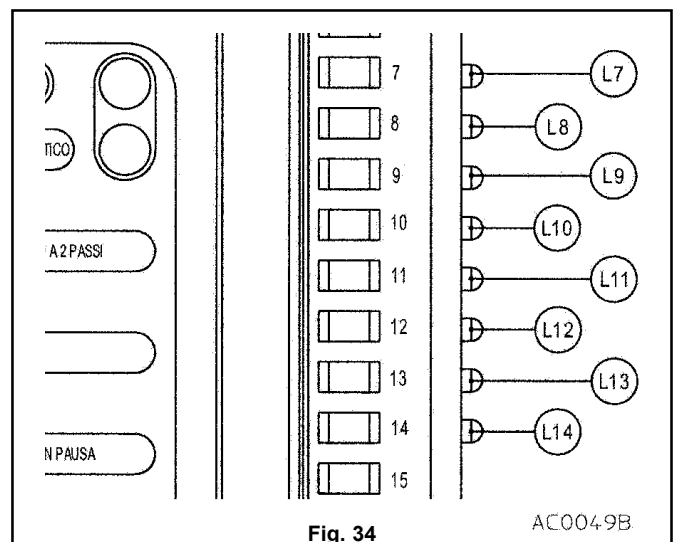
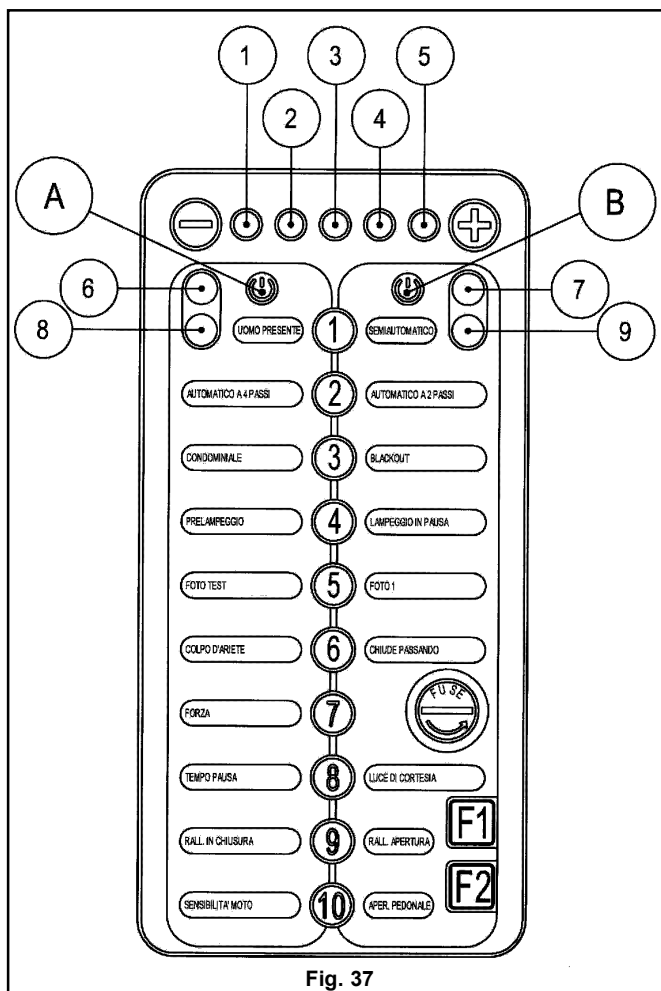

Fig. 34
Fig. 37
Una fila di 8 led (fig. 34) è presente sul lato destro della scheda, sotto i morsetti.
I led L7...L14 (fig. 34) sono accesi quando il corrispondente segnale è presente, ragion per cui per i comandi normalmente chiusi saranno normalmente accesi e viceversa. Tali led evidenziano quindi un eventuale malfunzionamento dei dispositivi collegati.
La tastiera (fig. 37) posta sulla centrale permette la parametrizzazione di tutte le funzioni necessarie per un funzionamento sicuro e controllato dell'automazione.
- La selezione della tastiera destra o sinistra avviene premendo uno dei due pulsanti con il simbolo dell'interruttore: il pulsante **A** (fig. 37) attiva la <TASTIERA SINISTRA>, quello **B** (fig. 37) seleziona la <TASTIERA DESTRA>.
- Quando la tastiera è stata selezionata, i led rossi (8 e 9 fig. 37) e verdi (6 e 7 fig. 37) lampeggiano in modo alternato, è possibile impostare i parametri corrispondenti con i tasti da 1 a 10.
- La fila di led orizzontali rossi (da 1 a 5 fig. 37) indica il valore impostato per un dato parametro: più sono i led illuminati, più il valore del parametro è alto. Sono utilizzati anche come segnalazione di stato per alcuni parametri.
- I led laterali rossi (8 e 9 fig. 37) indicano uno stato di parametri non impostati se lampeggiano, mentre indicano la rilevazione del segnale di finecorsa (destro o sinistro) quando sono accesi (luce rossa fissa).
- Il led laterali verdi (6 e 7 fig. 37) indicano uno stato di parametri impostati o di corretto funzionamento a seconda della tastiera selezionata.
- Quando si accende il led 1 di fig. 37 l'apprendimento è andato a buon fine e si possono rilasciare i tasti.**
- Verificare che i 2 led rossi <OFF> (8 e 9 fig. 37) lampeggino e che abbiano luce fissa 4 degli 8 led laterali (fig. 34):
- Non appena raggiunto il fine corsa di chiusura (cancello completamente chiuso) rilasciare il comando; uno dei due led rossi <OFF> (8 e 9 fig. 37) segnala il raggiungimento del fine corsa di chiusura ponendosi in condizioni di luce fissa.
- Verificare che i led verdi 6 e 7 (fig. 37) lampeggino ad indicare che esiste un valore di velocità memorizzato.
- Verificare che il led 8 o 9 della tastiera (fig. 37) segnali il raggiungimento del finecorsa mediante luce fissa sia in apertura che in chiusura.